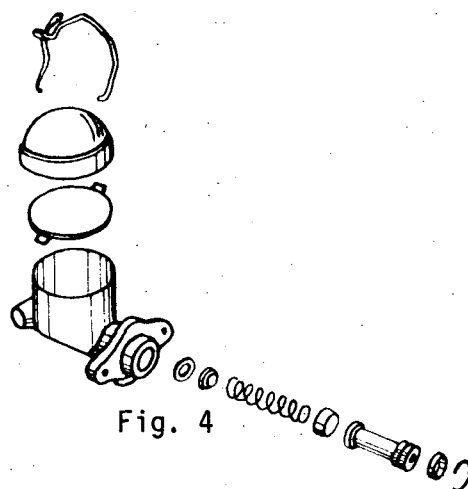

Fig. 4
- d Coloque os elementos na ordem indicada (fig. 4).